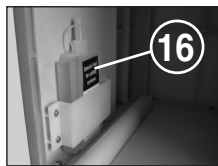

fig. 6
Extraire le réceptacle collecteur (14), prendre la burette d'huile (16) (Fig. 6) hors de son support situé dans le caisson d'armoire et réinsérer le réceptacle.